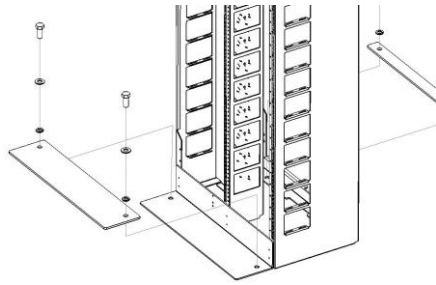

Figure 1
2. Prior to securing the frame to the structural floor with bolts and locking washers, place the seismic foot plates over the mounting holes as shown (**Figures 1 and 2**).
2. Avant d'assujettir le bâti au plancher structural au moyen des rondelles et boulons prévus, poser les lattes sismiques au-dessus des trous de fixation de la manière illustrée (figures 1 et 2).